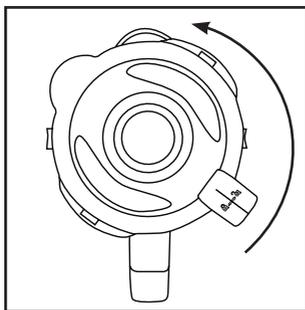
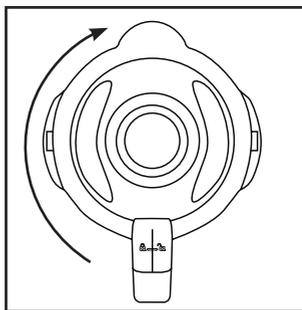

Fig. 1
Fig. 2
- 1) Drej blenderkanden ❸ i retning mod uret, indtil pilen ▼ under blenderkandens håndtag står over positionen ↖. Tag blenderkanden ❸ lodret op fra motorblokken ❹.
- 2) Fjern låget ❷ ved at dreje det mod uret i retning af position ↗ (se fig. 1), indtil du kan tage det af oppefra.
- 3) Fyld blenderkanden ❸.
- 4) Sæt låget ❷ forskudt på blenderkanden ❸ igen. Luk låget ❷ ved at dreje det med uret til position ↙, indtil det klikker hørbart på plads (se fig. 2). Sørg for, at hældetuden på blenderkanden ❸ er lukket. Motoren kan kun startes, hvis låget ❷ slutter helt til.